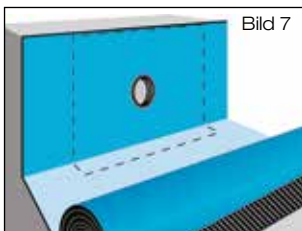
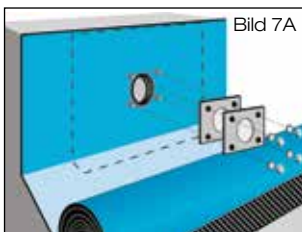

Bild 7
Bild 7A
Oberseite der Anschlussmanschette durch Erhitzen verflüssigen (Schweißverfahren). Dampfsperrbahn passgenau über den Schiebeflansch mit Anschlussmanschette im flüssigen Heißbitumen ausrollen, anschließend gleichmäßig andrücken bzw. anrollen (Bild 7 bzw. Bild 7A).
- 1.9 Bei Ausführung DN 50 Kompressionsdichtung über Dampfsperrbahn anbringen und mit Losflansch und beiliegenden Schrauben verkleben (Bild 7A). Beiliegende Schrauben mit Steck- oder Ringschlüssel SW 17 gegenüberliegend anziehen. Anzieh-Drehmoment: 20 Nm (Dampfsperrbahn aus Bitumen) bzw. 30 Nm (Dampfsperrbahn aus Kunststoff). Dichtelement in Muffe des Schiebeflansches einlegen.